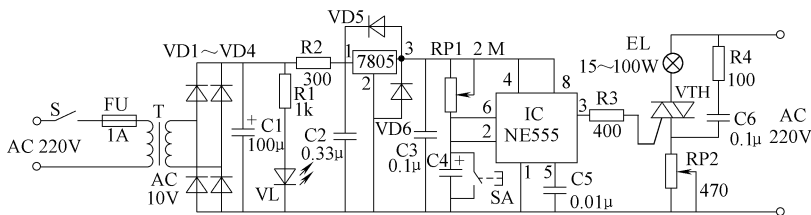

图 4-38 定时调光照明节电电路
电路原理图如图 4-38 所示。其电源由市电 220V 经变压器 T 变压和整流桥 (VD1 ~ VD4) 整流，电容 C1 滤波，W7805 稳压变成直流电向 (NE555) 集成电路供电。电路中的延时电路有集成电路 IC555、电容 C4、C5 和按钮 SA 组成。接通电源开关 S，按一下按钮 SA，IC555 即被置位，输出③脚呈高电平，双向晶闸管 VTH 被触发导通，灯泡 EL 就亮。当放开 SA 后，电源通过 RP1 向 C4 充电，当充至高于 $2/3V_{DD}$ 阈值电平时，IC555 复位，⑧脚输出呈低电平，使灯泡 EL 熄灭。微光照明 VL 接通 S 后一直保持工作状态。调整 RP2 (470Ω) 即可进行调光控制。
IC 可采用 NE555、5G1555 时基电路。VD1 ~ VD4 采用 IN4001 二极管；VH 根据负载功率大小来选择。变压器 T 选用 220V/10V 的。VL 选用红色 Φ6 发光二极管。除 R3 外，电阻均采用 1/8W 碳膜电阻。电容器 C1、C4 采用电解电容，C2、C3、C5 采用瓷片电容。其他元器件如图 4-38 所示，无特殊要求。